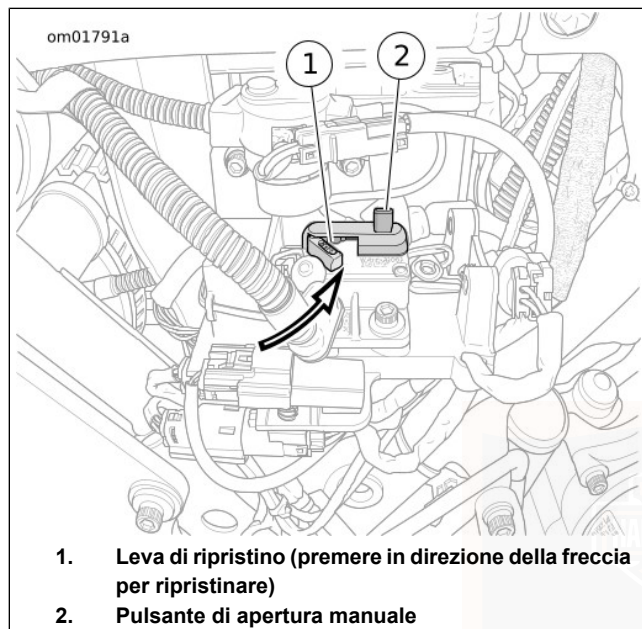

Figura 97. Interruttore automatico del motore elettrico di retromarcia
Vedere Figura 97. L'interruttore automatico si trova nel pannello elettrico dietro il coperchio di destra. L'interruttore automatico si può far scattare manualmente con un pulsante (2) e ripristinare con una levetta (1). Per aprire manualmente l'interruttore automatico, premere il pulsante di apertura (questo farà fuoriuscire l'interruttore di ripristino).